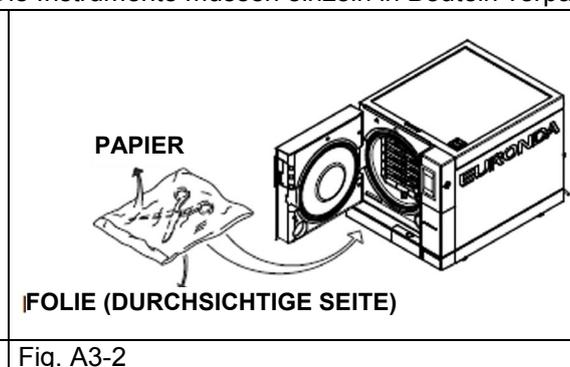

Fig. A3-2
- Den Beutel mit der transparenten Seite nach unten richten (mit dem Tablett in Berührung) und mit der Seite aus Papier nach oben (Abb. A3-2). Die Instrumente müssen einzeln in Beuteln verpackt werden.